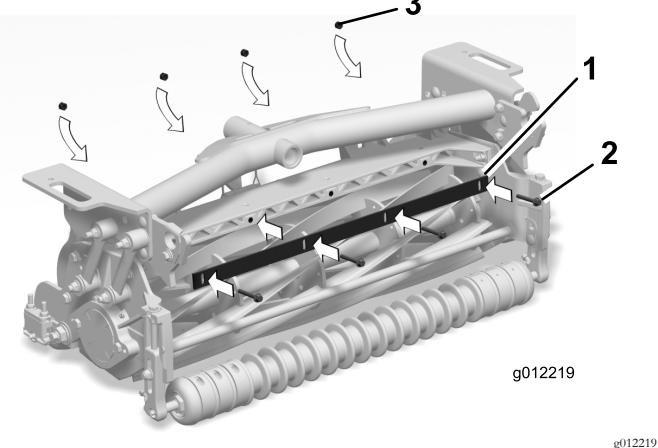

Figura 7
3. Monte sem apertar barra de corte na estrutura da unidade de corte com 4 parafusos (¼ pol. x 3/4 pol.) e 4 porcas de bloqueio (¼ pol.) (Figura 7).
- 5. Aperte os parafusos e as porcas de bloqueio (Figura 7).